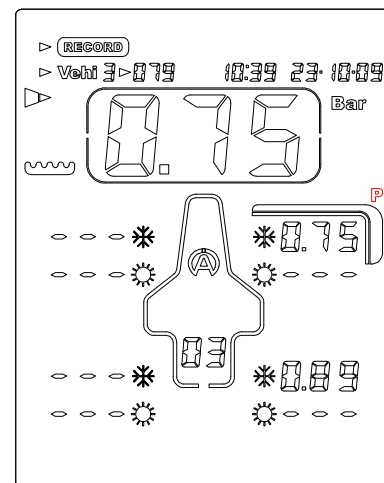

Ilustración 6
- 8) Pulse el botón central  para guardar la temperatura medida y prepare el Tyrecontrol en el siguiente punto de captura (*ilustración 6*).